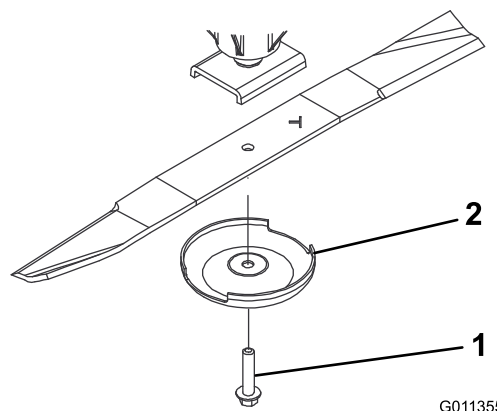

Figure 74
2. Tenez la lame par son extrémité avec un chiffon ou un gant épais. Enlevez le boulon, la coupelle de protection et la lame de l'axe de pivot (Figure 74).
- Montez la lame, la partie relevée vers le plateau de coupe, et fixez-la avec la coupelle de protection et le boulon (Figure 74).